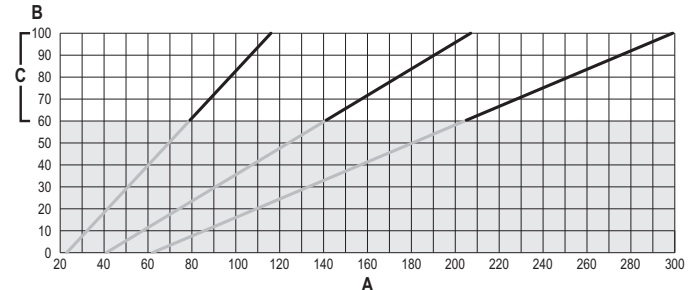

рис. 40
- Нажмите на кнопки **отопительной системы** (поз. 3 и 4 - рис. 1) чтобы увеличить или уменьшить расход тепла (минимальная = 00 - максимальная = 100). См. график "Регулирование расхода тепла" (рис. 40).